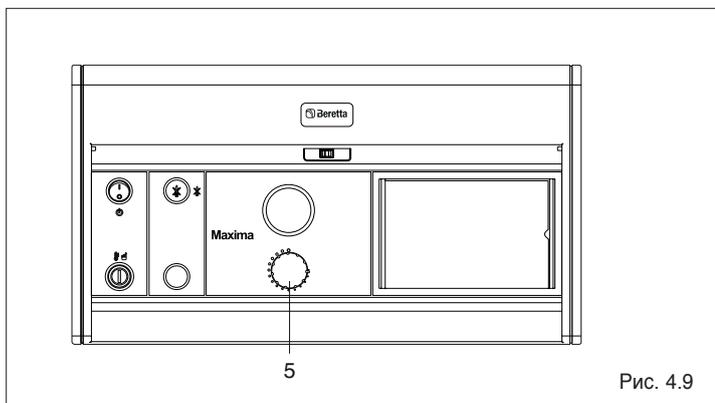

Рис. 4.9
- и изменении настройки термостата котла (5, Рис. 4.9)